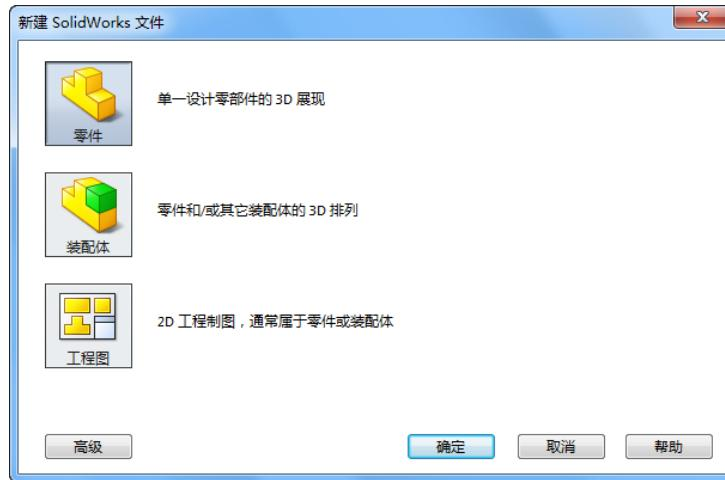

图 4-62 “新建 SolidWorks 文件”属性管理器
**02** 创建零件文件。单击“标准”工具栏中的“新建”图标按钮 ，此时系统弹出如图 4-62 所示的“新建 SolidWorks 文件”属性管理器，在其中选择“零件”图标 ，然后单击“确定”按钮，创建一个新的零件文件。